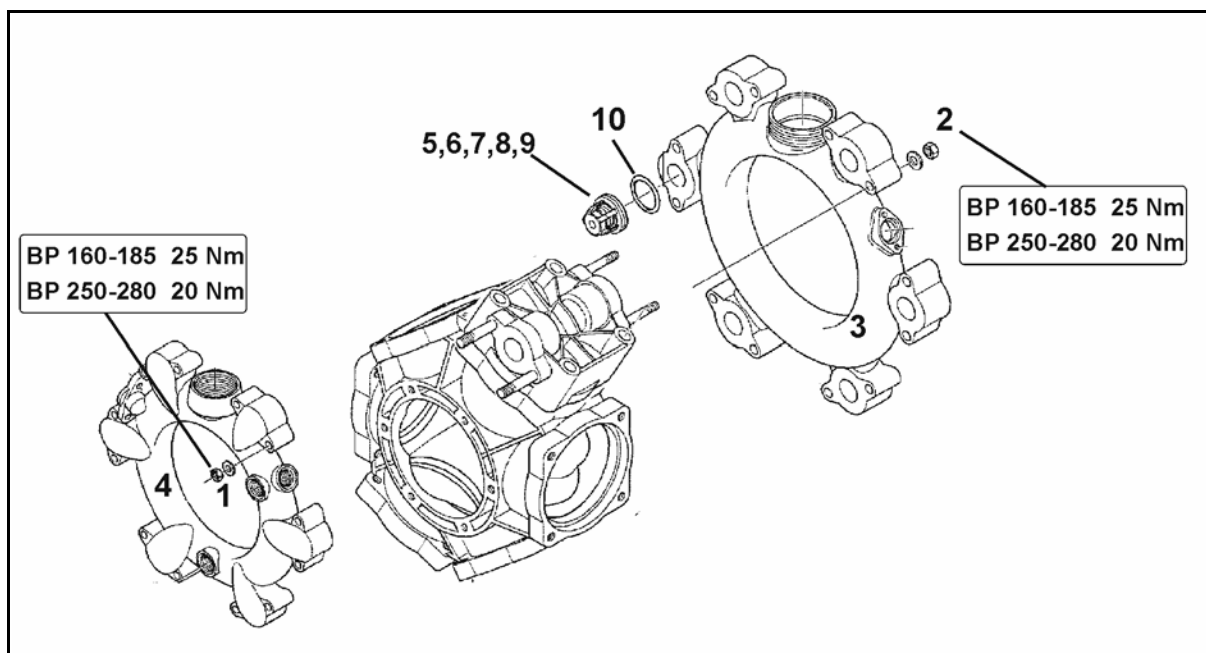

Fig. 185
- Det kontrolleres, at stempelmembranerne (Fig. 185/8) fungerer upåklageligt mindst en gang årligt ved at afmontere dem.
- Læg mærke til, hvordan ventilerne på suge- og tryksiden er monteret, inden ventilgrupperne (Fig. 185/5) afmonteres.
- Alle stempelmembraner skal principielt skiftes (Fig. 185/8) også hvis kun en stempelmembran er brækket, porøs eller ødelagt.
2. Løsn møtrikker (Fig. 185/1, 2).
3. Suge- og trykrør (Fig. 185/3 og Fig. 185/4) afmonteres.
4. Ventilgruppen (Fig. 185/5) afmonteres.
5. Boltene (Fig. 185/6) fjernes.
6. Cylinderhovedet (Fig. 185/7) afmonteres.
7. Stempelmembranerne (Fig. 185/8) kontrolleres.
- Stempelmembranerne (Fig. 185/8) fastgøres til stemplet (Fig. 185/9) med holdeskive og skrue (Fig. 185/11), så kanten peger på siden af cylinderhovedet (Fig. 185/7).
- Møtrikkerne (Fig. 185/1,2) skal strammes over kors med den anførte tilspændingsværdi. Hvis møtrikkerne ikke er spændt korrekt, bevirker det, at pumpen bliver utæt
1. Skruen (Fig. 185/11) løsnes og stempelmembranen (Fig. 185/8) afmonteres sammen med holdeskiven (Fig. 185/9) fra stemplet.
3. Cylinderen (Fig. 185/10) i pumpehuset afmonteres.
6. Cylinderen (Fig. 185/10) sættes atter i pumpehuset.
7. Stempelmembranerne (Fig. 185/8) monteres.
8. Cylinderhovedet (Fig. 185/7) monteres på pumpehuset og skrue (Fig. 185/6) spændes ens over kors.
9. Efter at ventilgruppen (Fig. 185/5) er kontrolleret og rengjort, monteres ventilgruppen igen.
11. Suge- (Fig. 185/3) og trykkanal (Fig. 185/4) monteres på pumpehuset.
12. Møtrikkerne (Fig. 185/1,2) spændes over kors med en tilspændingsværdi på **25 Nm (BP 160-185) / 20 Nm (AR 250-280)**.